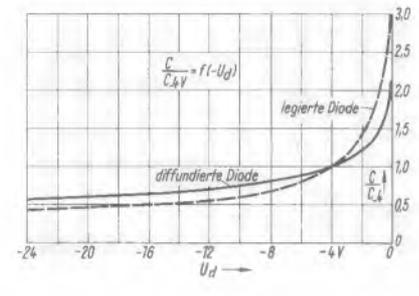

Bild 11. Vergleich des Verlaufes von Kapazitäts-Kennlinien von diffundierten und legierten Kapazitätsdioden
Um den durch die Gleichungen (6) und (7) beschriebenen unterschiedlichen Kapazitätsgang von der Legierungsdiode und der Diffusionsdiode besonders darzustellen, sind in Bild 11 die beiden Kapazitätsgänge normiert auf den Kapazitätswert bei $-U_d = 4\text{ V}$ gemeinsam aufgetragen. Dabei bestätigt sich (6) für die Legierungsdiode, denn für ein Spannungsverhältnis $-1\text{ V} : -10\text{ V}$ ergibt sich ein Kapazitätsverhältnis von $1,9 : 0,6 = 3,16 = \sqrt{10}$; ebenso gilt ungefähr für die Diffusionsdiode (7), denn zu demselben Spannungsverhältnis von $-1\text{ V} : -10\text{ V}$ gehört dabei ein Kapazitätsverhältnis von $1,43 : 0,75 = 1,91 \approx \sqrt[3]{10}$ (genauer Wert wäre 2,15).